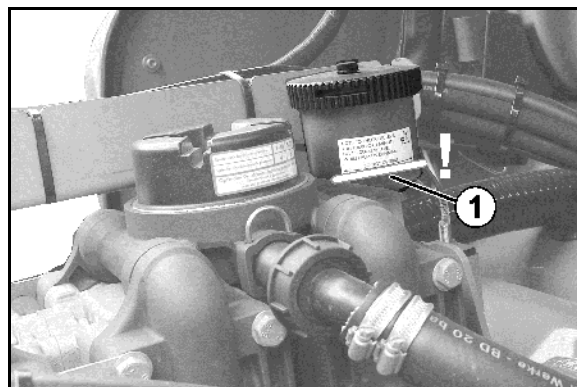

Fig. 200
2. Souffler de l'air comprimé (5 bar max) sur l'évaporateur (Fig. 200/2) et le radiateur d'eau chaude (Fig. 200/3).
3. Remplacer les joints d'étanchéité (Fig. 200/1) endommagés sous le couvercle.